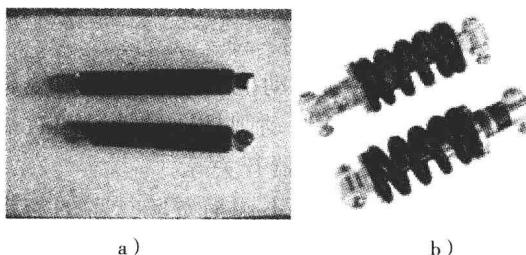
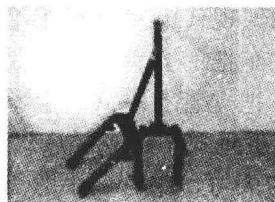

图 2-2 减震器
图 2-3 铁结构
2) 电动摩托车常用的是双边减震器，如图 2-2 所示。其中间是铁结构（见图 2-3），两边由弹簧和液压减震组成，减震效